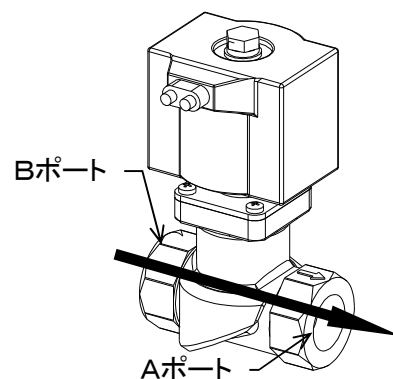

図 8-16
- ・蒸気をBポート側からAポート側に流します。(図 8-16)